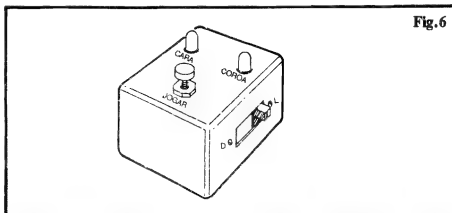

Fig. 6
- FIG. 6 - A CAIXA E O ACABAMENTO - O **lay out** sugerido para o "jeitão" final do CARA OU COROA mostra apenas uma das várias possibilidades, que ficam a cargo do gosto e da criatividade do Leitor/"Aluno"... A disposição mais elementar e simples, contudo, quase sempre dá os melhores resultados visuais e práticos... Para tanto, basta posicionar os dois LEDs em furos feitos no painel principal,